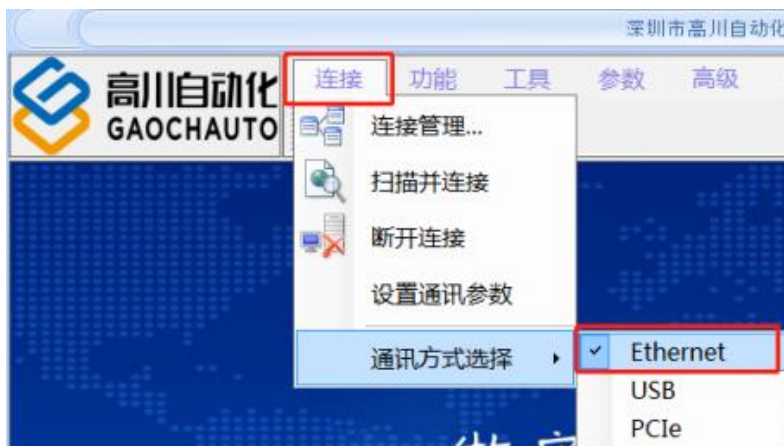

图 2.1.2 设置连接方式
(2) 打开 GCS 工具，设置 Ethernet 连接方式如图 2.1.2 所示，设置完成重启，点击  即可成功连接控制器。